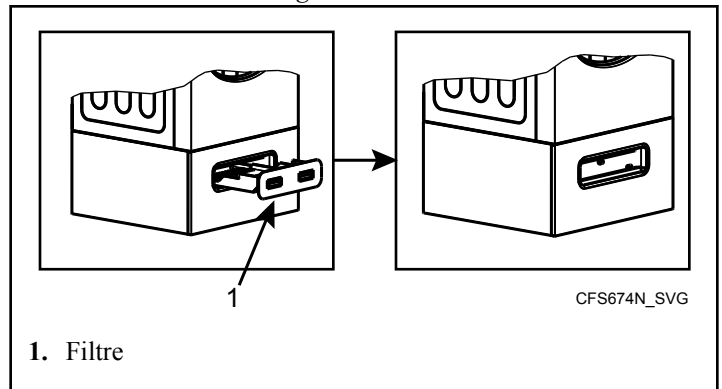

Figure 52
1. Retirez le filtre. Voir *Figure 52*.